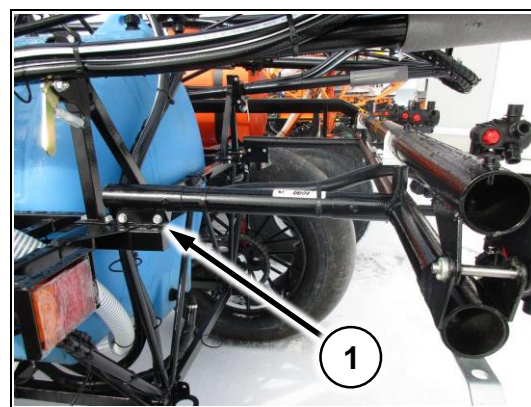

Рис. 61
13. Установите заднюю штангу на раму машины и зафиксируйте болтами (Рис. 61/1)